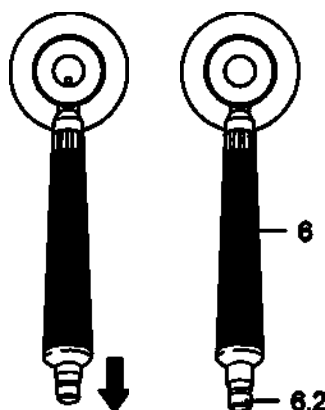
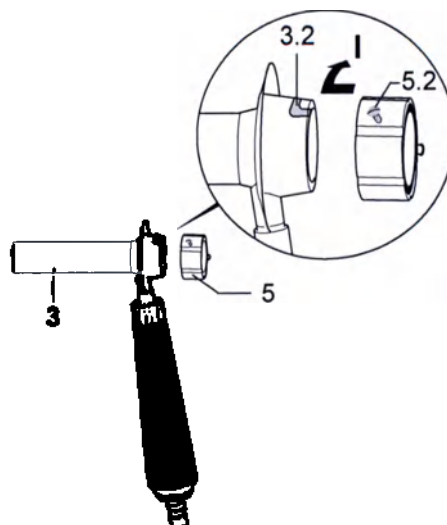

Рис.4
Рис.5
- ◇ Вытянуть соединительный элемент холодного света (6.2) по направлению вниз из рукоятки (6) (рис. 4) (отпадает для проктоскопа с боковым окошком).
- ◇ Ввести obturатор (4) до упора в тубус (3). (отпадает для проктоскопа с боковым окошком).
- ◇ Вытянуть obturатор (4) из тубуса (3) (отпадает для проктоскопа с боковым окошком).
- ◇ Установить направляющий штифт (5.2) на байонетном затворе (3.2) и повернуть в направлении стрелки (I) (рис. 5).
- ◆ Колпачок (5) соединен с тубусом (3).